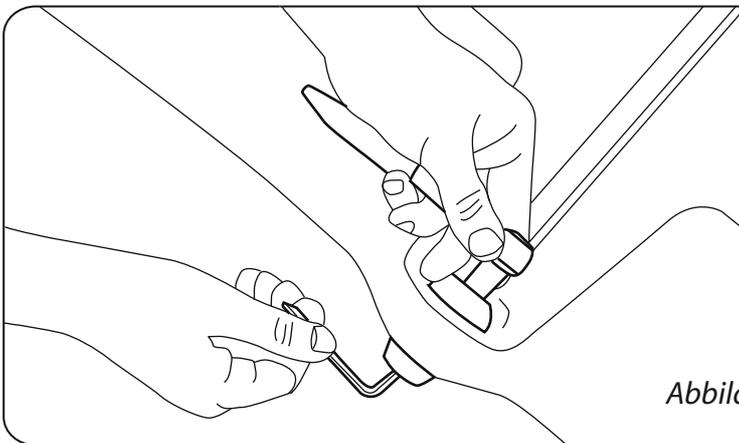

Abbildung 11
**SCHRITT 6** Nun wird Teil E (Nylon Schraubmutter) mit Hilfe eines M10 Schraubenschlüssels festgezogen. Der Imbusschlüssel hält die Schraube in Position, während die Schraubmutter, festgezogen wird (siehe Abb. 11). Die obere Abdeckungskappe (Teil D) kann jetzt eingesetzt werden – falls Widerstand auftritt, kann ein Gummihammer benutzt werden, um die Abdeckungskappe richtig zu befestigen. Wiederholen Sie SCHRITTE 3-6 an allen Punkten, an denen "Fixierung 2" angezeigt wird (siehe Abbildung 4).